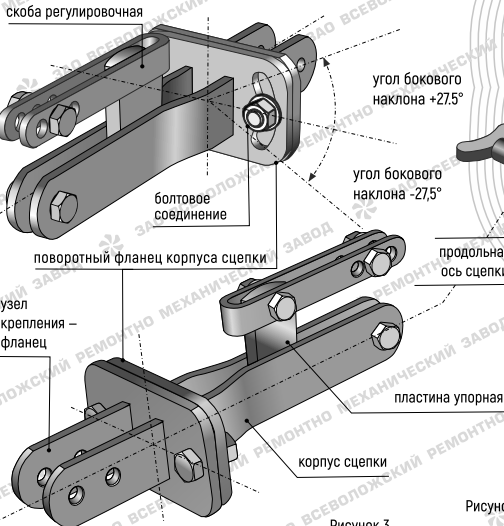

Рисунок 3.
- (Только для цепки типа 2 см. рисунок 3, 4) при необходимости (например, для компенсации бокового наклона агрегата при работе с плугом), установите нужный угол бокового наклона стойки навесного орудия поворотом на требуемый угол относительно продольной оси цепки корпуса цепки с установленным навесным орудием, предварительно ослабив болтовое соединение на фланце корпуса цепки;